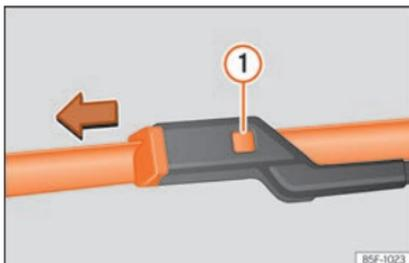

Fig. 80 Substituição das escovas do limpa para-brisas.
- Mantenha pressionado o botão de desbloqueio »»» **Fig. 80** **1** puxando ligeiramente pela escova no sentido da seta.